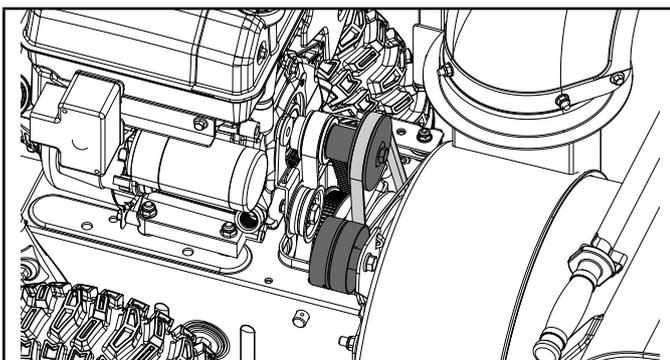

Figure 34
9. Avec la courroie correctement placée à la fois sur la poulie avant et la poulie d'entraînement de la tarière, écarter la poulie la courroie et glissez la courroie à l'intérieur de la poulie. Vous pouvez tirer le recoil pour faire tourner la poulie pour aider à l'assise. (figure 34)